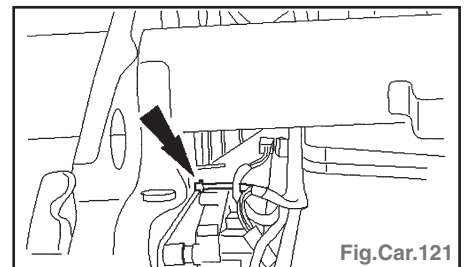

Fig.Car.121
- Débrancher le connecteur de sonde de température (Fig.Car.121).